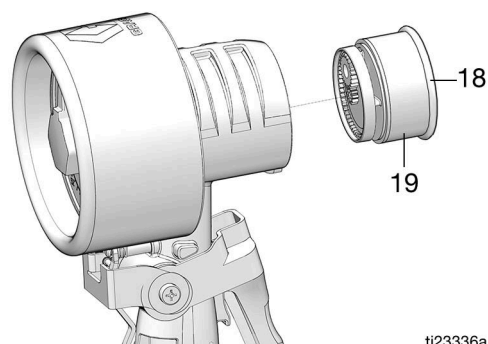

FIG. 12
5. Rimuovere la guarnizione (18) e il gruppo del pistone (19) (FIG. 12)
NOTA: Se il gruppo del pistone non si stacca, battere leggermente l'alloggiamento contro una superficie piana per allentarlo (FIG. 12).